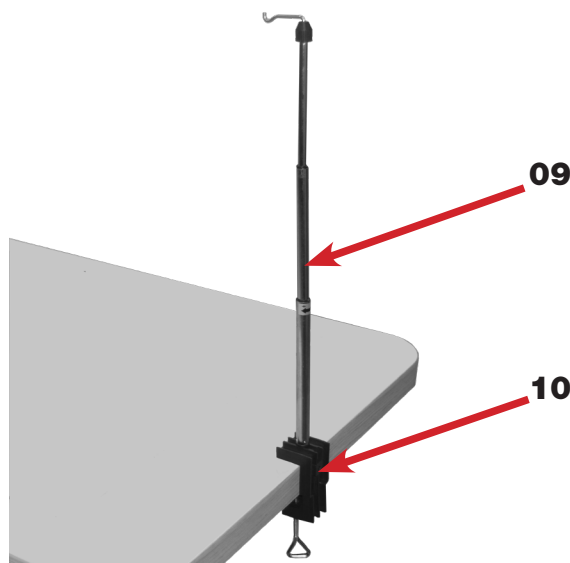

FIGURA 10 – Conjunto de Suspensão
1. COLOCAR a Base Fixadora da Haste (10) em uma superfície ou bancada (figura 10);
2. COLOCAR a Haste Telescópica (09) na Base Fixadora (10);